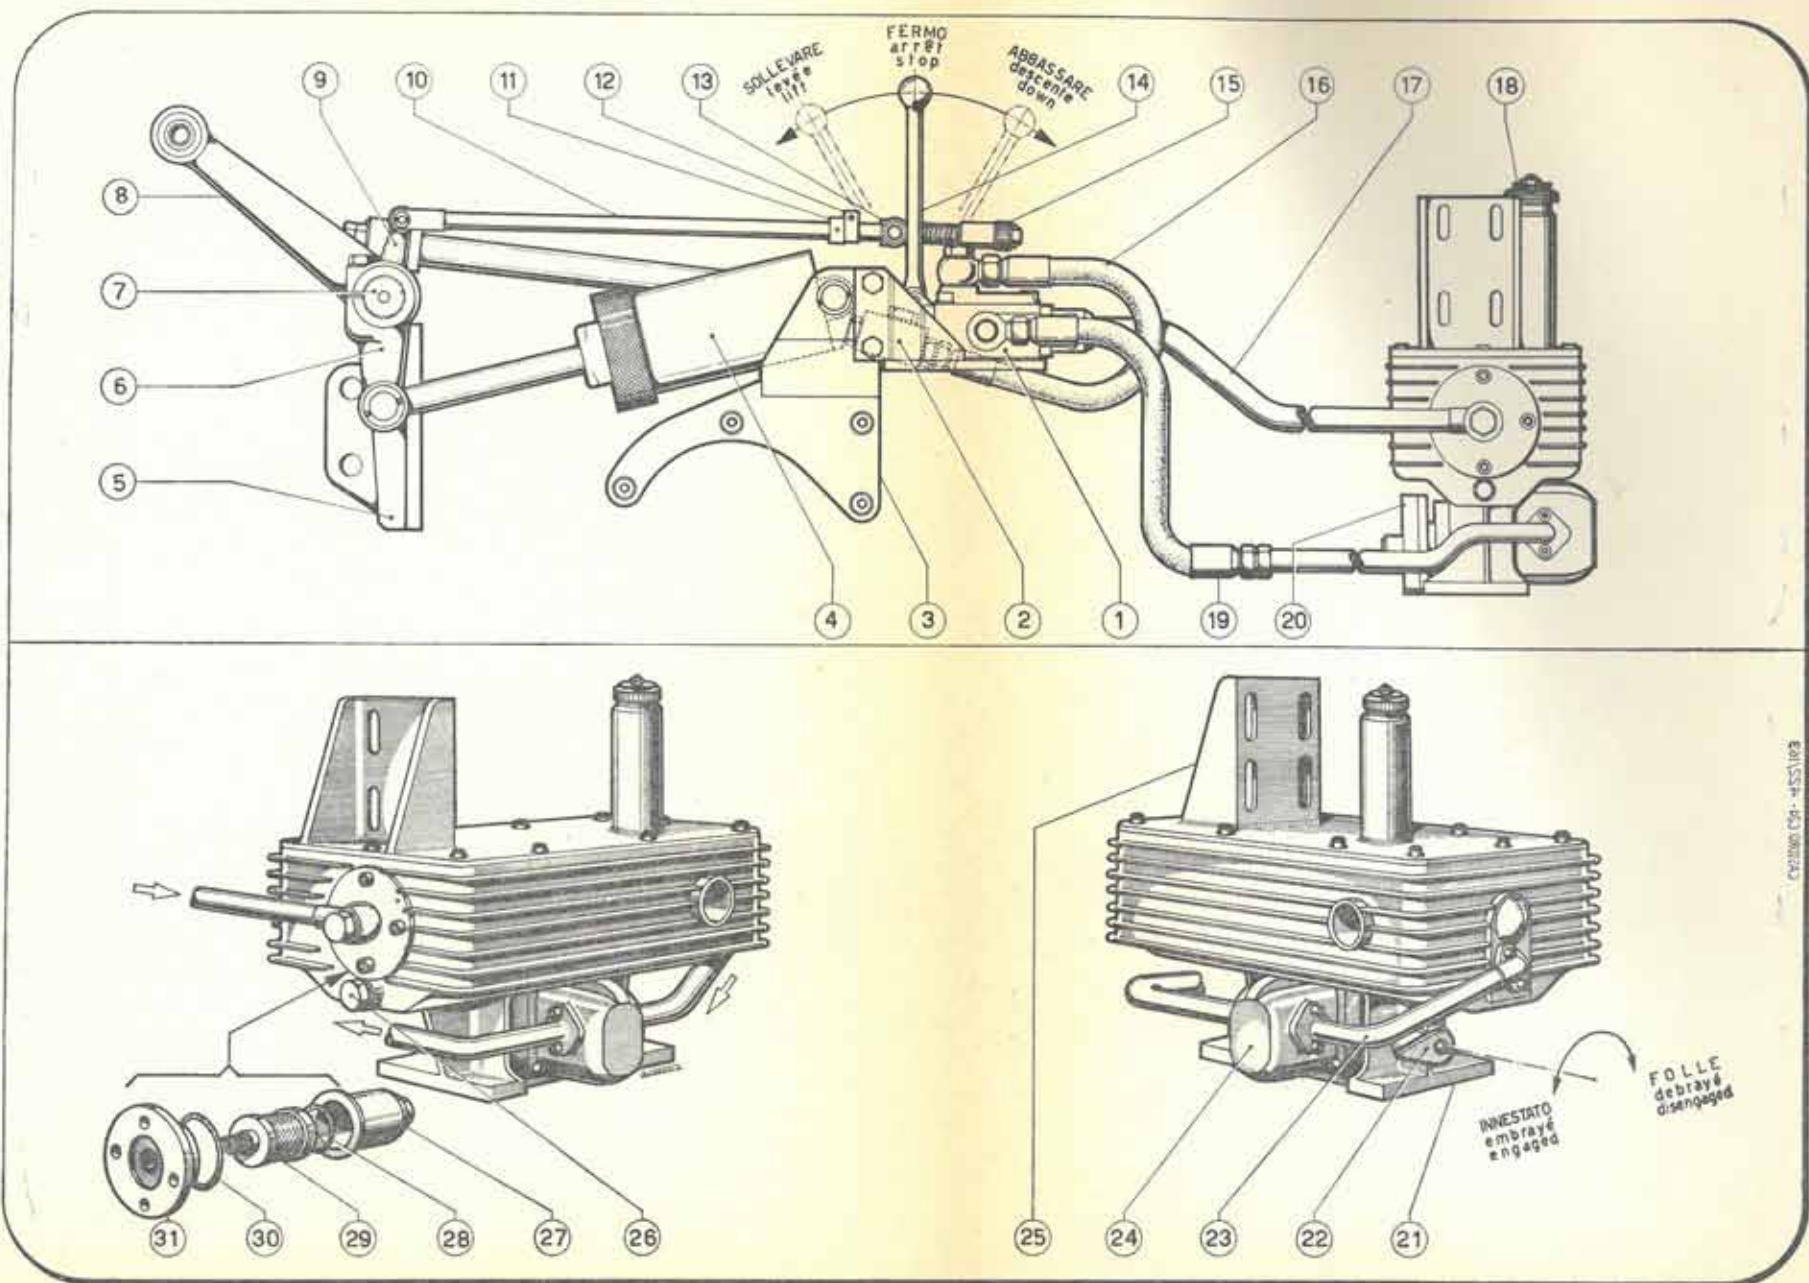

Fig. 28 - SOLLEVATORE IDRAULICO
Il trattore può essere attrezzato con un sollevatore idraulico per attrezzi agricoli di ogni tipo. Esso è costituito da: Un gruppo serbatoio-pompa posto anteriormente al motore, da un martinetto con leve sistemato dietro al posto del conducente e da un distributore di comando (Fig. 28).
**FUNZIONAMENTO** (Fig. 28) — Tirando verso dietro la leva 14) (sollevamento) si aziona il distributore 1) che invia olio in pressione al martinetto 4). Mentre i bracci 8) si sollevano sotto l'azione del martinetto, anche la levetta 9), calettata sullo stesso albero 7), fa scorrere in avanti l'asta 10) fino a quando il morsetto 12) va ad urtare il riscontro 13). Questo automaticamente riporta al centro (fermo) la leva di comando 14) provocando l'arresto del movimento. Ciò accade analogamente in senso contrario (abbassamento): in questo caso è il registro 15) che riporta al centro la leva 14) arrestando automaticamente il movimento di discesa dell'attrezzo.
**USO DEL SOLLEVATORE IDRAULICO (Fig. 28)**
a) Innestare il moto alla pompa idraulica 24) ruotando con un cacciavite il comando 22) verso sinistra (senso antiorario) (Fig. 28);
**IN CASO DI INATTIVITA'** del sollevatore per lunghi periodi di tempo, pur continuando ad usare il trattore, è bene provvedere al disinnesto della pompa idraulica. A tale scopo ruotare con un cacciavite il comando 22) nel senso delle lancette dell'orologio. (Vedi Fig. 28).
(Legenda della Fig. 28)